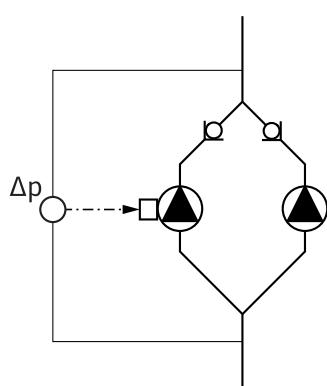

Fig. 13. Пример. Подсоединение дифференциального датчика давления
- В примере на Fig. 13 основным насосом является левый по направлению потока насос. К данному насосу подключается дифференциальный датчик давления.
Точки измерения дифференциального датчика давления основного насоса должны находиться в соответствующем коллекторе со стороны всасывания и с напорной стороны двухнапорной установки (Fig. 13).